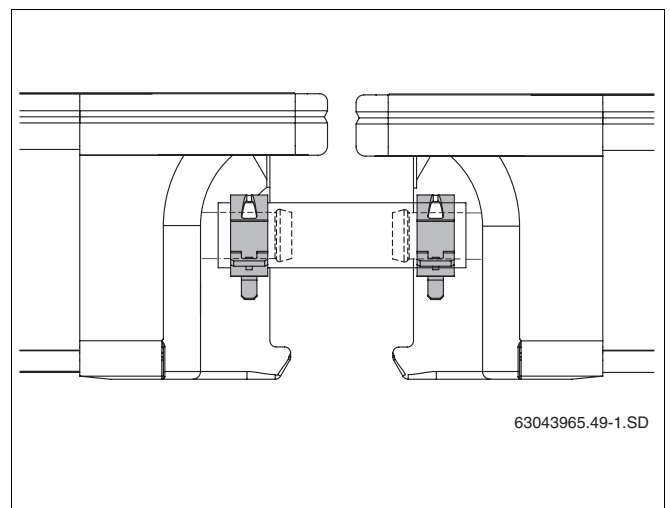

Fig. 28 Mangueira solar com braçadeiras de mola fixadas
- ▶ Fixe cada mangueira solar à ligação do colector com uma braçadeira de mola (fig. 28).